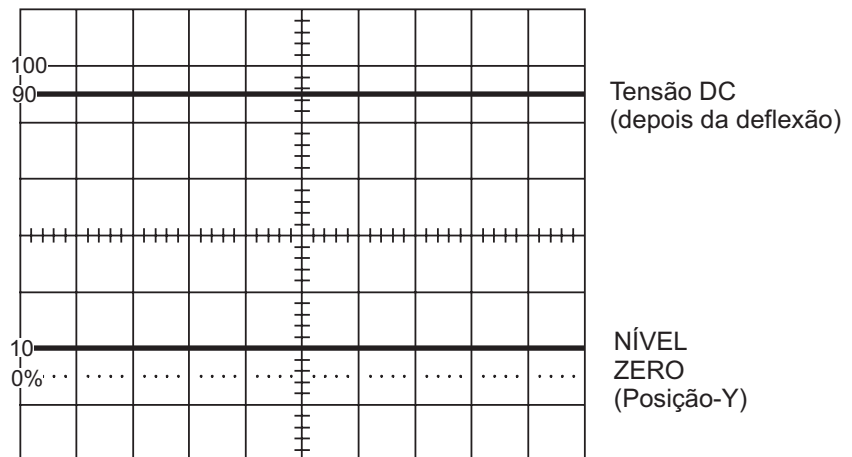

Figura 4-6
Para medir tensão DC, primeiro selecione o VOLTS/DIV adequado, então selecione o modo de acoplagem GND(6) e ajuste a Posição-Y para fazer o traço ficar na posição adequada (nível 0 da tensão), então selecione o modo de acoplagem DC. Com a distância vertical do traço em relação à posição Y, leia o valor da tensão do sinal mostrado como na figura 4-6.